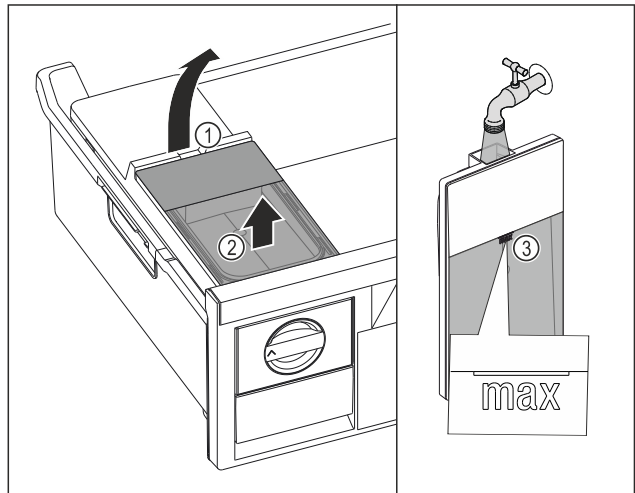

Fig. 109
- ▶ Nosta vesisäiliö lovesta Fig. 109 (1).
- ▶ Ota vesisäiliö ulos yläkautta. Fig. 109 (2)
- ▶ Täytä vesisäiliö juomavedellä merkintään Fig. 109 (3) asti.